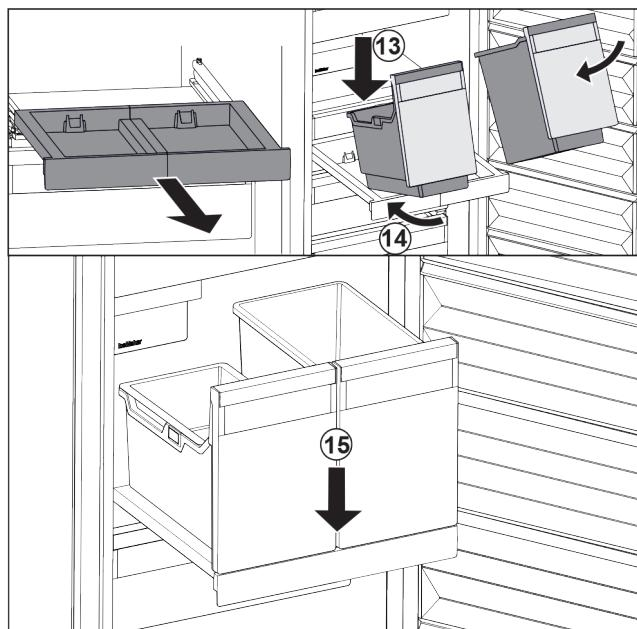

Fig. 39
- Наклоняя вниз, установите контейнеры на выдвижную панель. Fig. 39 (13)
- Вставьте контейнеры, наклоняя вниз, назад. Fig. 39 (14)
- Снимите контейнеры спереди. Fig. 39 (15)